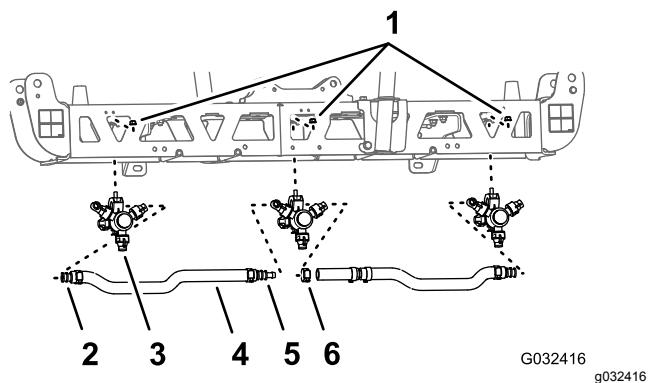
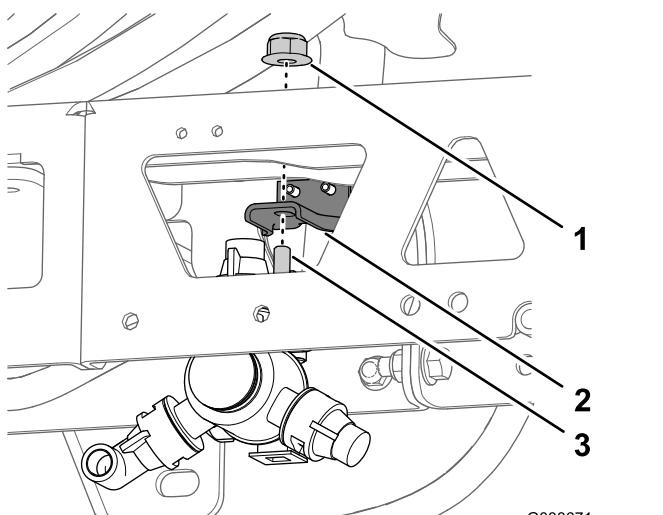

Figure 48
Figure 49
- Sur la section de pulvérisation centrale, retirez le contre-écrou à embase qui fixe la buse de pulvérisation à son support (Figure 48 et Figure 49).
- 3. Déposez la buse de la section de pulvérisation centrale (Figure 48 et Figure 49).
- 5. Retirez les flexibles (3/4" diamètre int.), les anneaux cannelés, les colliers et le raccord en T cannelé de la section de pulvérisation centrale (Figure 48).